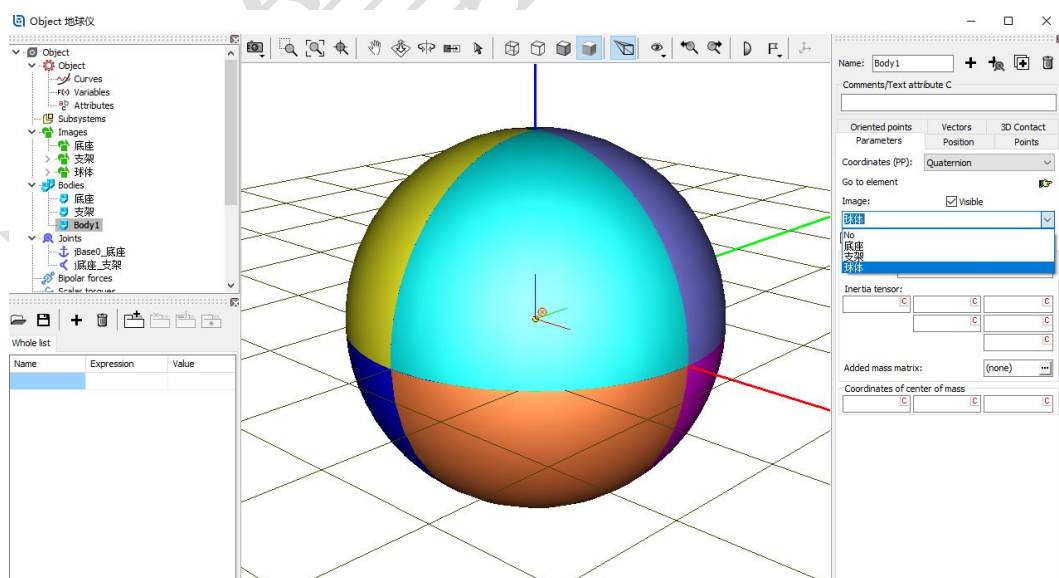

图 2-30
- 4) 这样, 我们就创建了第三个刚体, 系统自动命名为 **Body1**, 在交互界面 **Parameters** 页面 **Image** 处的下拉菜单中选择**球体**, 并保持 **Visible** 选项为勾选状态, 如图 2-30。